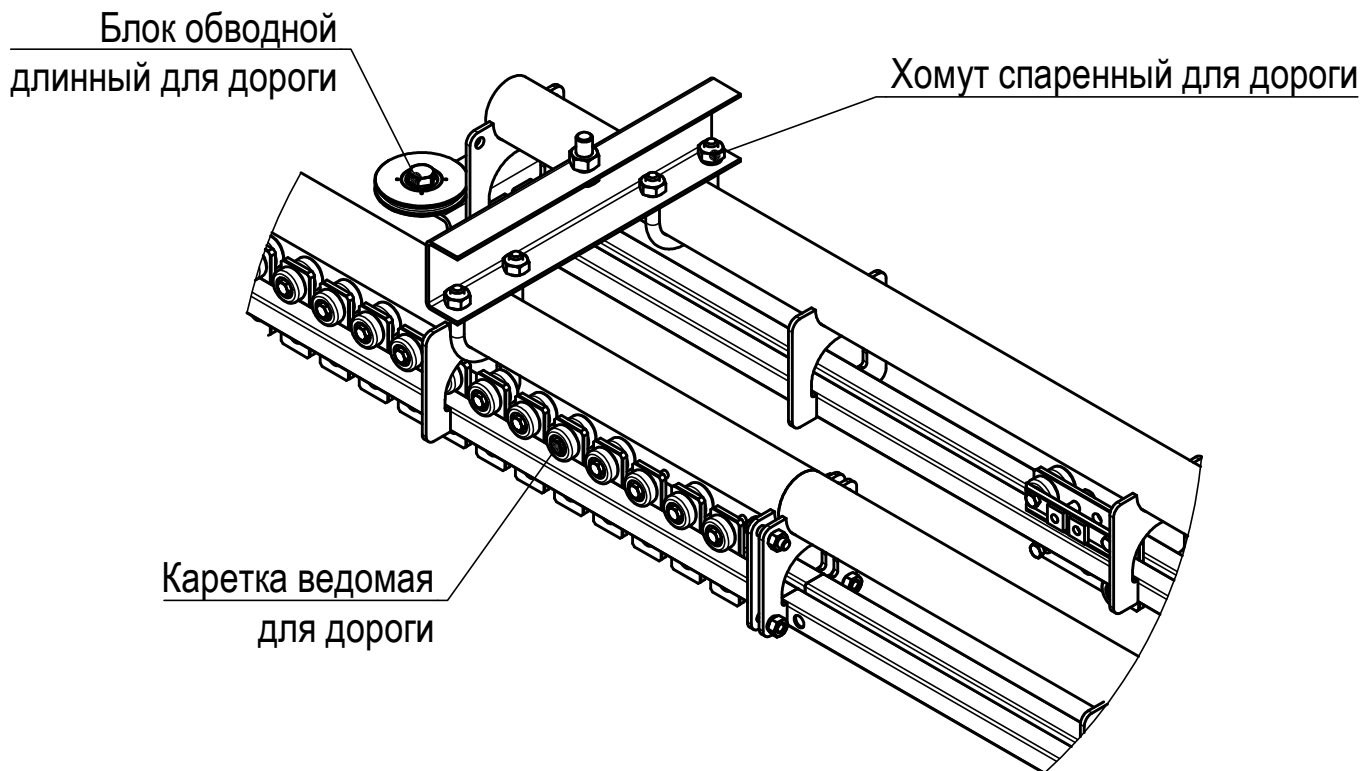

Рисунок 15 - Схема расположения обводного блока.
- установить каретки ведомые для дороги (смотри рисунок 15,16),
- установить каретки ведущие для дороги (смотри рисунок 15,16),
- зафиксировать с помощью болтов обводные блоки (смотри рисунок 15, 16),